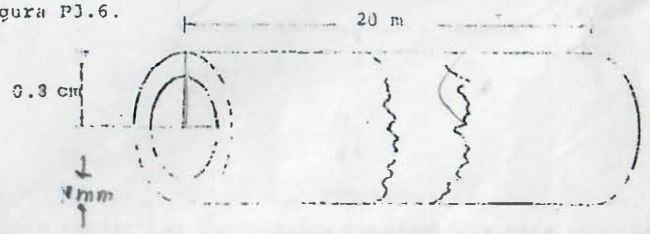

FIGURA P3.6
3.6 Calcule la resistencia entre los extremos de un tubo cilíndrico de aluminio a 20°C ( $\rho_{\text{Al}} = 2.83 \times 10^{-8}$   $\Omega \cdot \text{m}$  a 20°C) con las dimensiones mostradas en la figura P3.6.